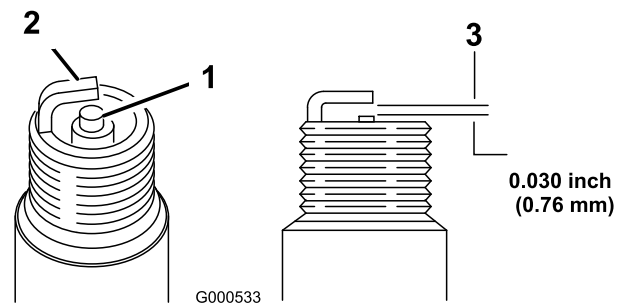

Figure 22
5. Réglez l'écartement des électrodes à 0,76 mm (0,030") (Figure 22).